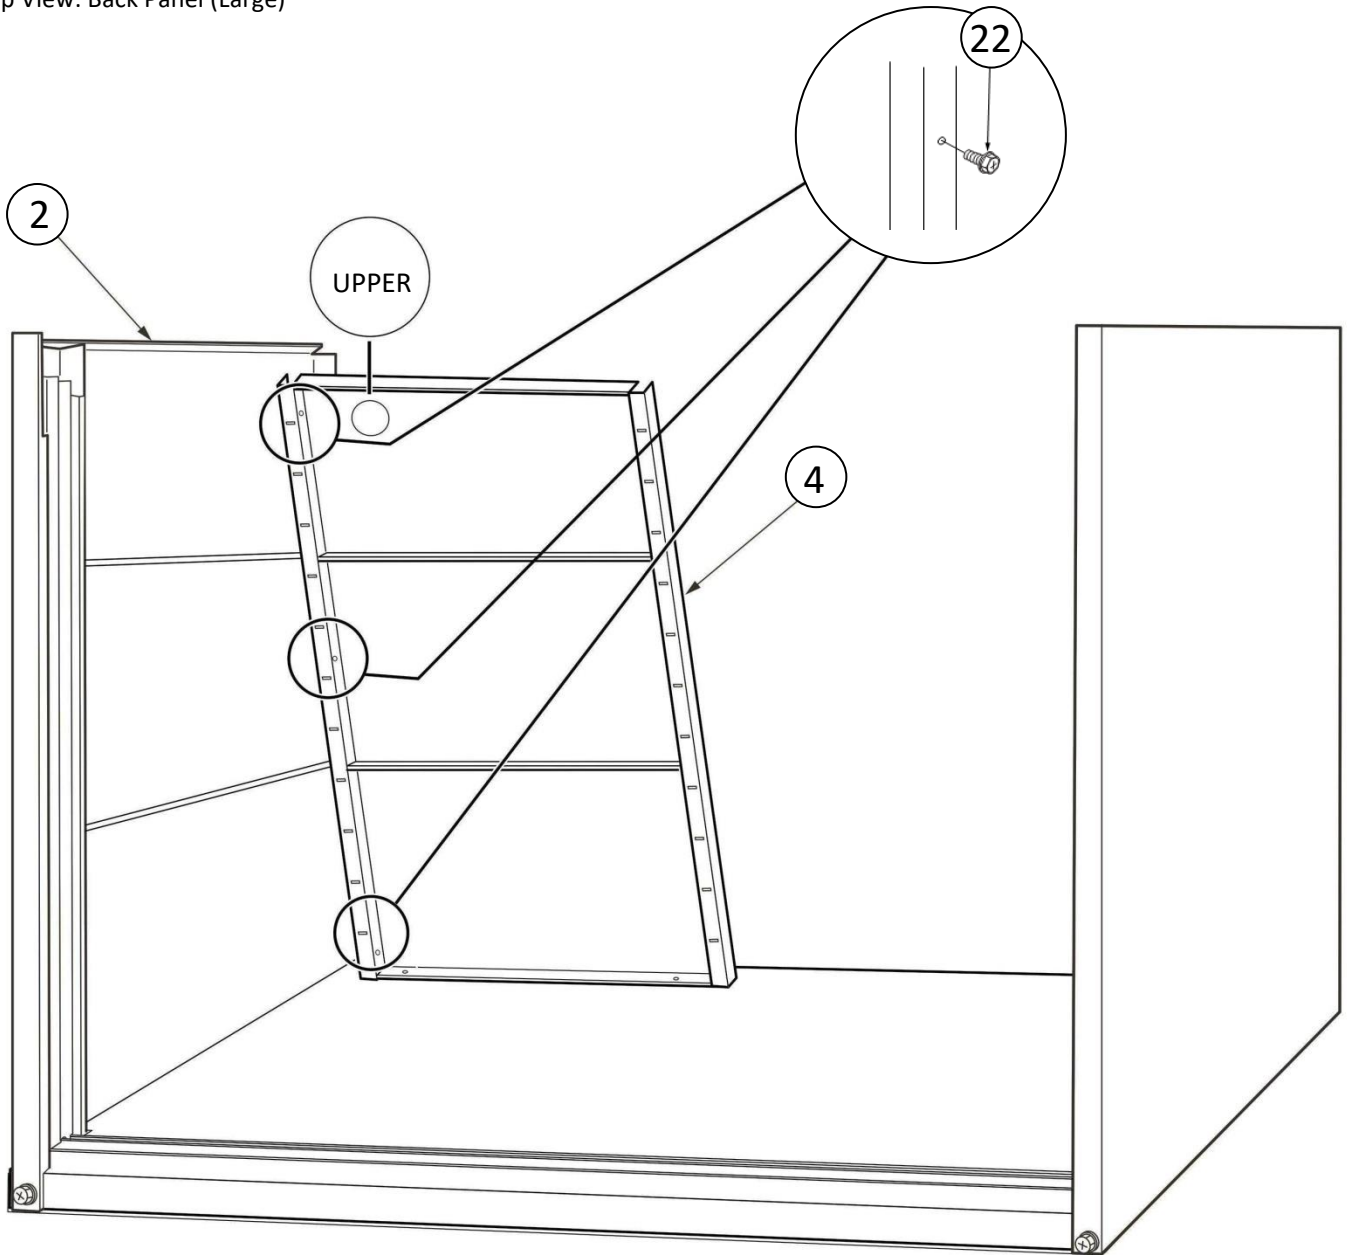

Figure 3.
(GB)	Combine [Part 4] Back Panel (Large) with [Part 2] Side Panel (Left) and secure using 3no. [Part 22] Hexagon Bolt with Rubber Washer as shown in Figure 3.
(F)	Combinez le (grand) panneau arrière [Pièce 4] au panneau latéral (gauche) [Pièce 2], puis fixez en utilisant 3 boulons à tête hexagonale avec rondelle en caoutchouc [Pièce 22] tel qu'illustré en Figure 3.
(D)	Verbinden Sie die Rückwand (groß) [Teil 4] mit der Seitenwand (links) [Teil 2] und sichern Sie diese mit 3 Sechskantschrauben [Teil 22] mit Gummischeibe, wie in Abbildung 3 gezeigt.